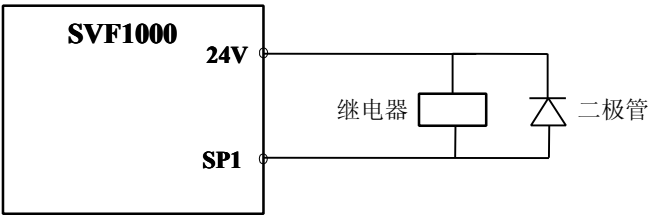

图 3-10 数字量输出端子处理接线图
- 注意：一定要正确安装吸收二极管的极性。如下图 3-10。否则当数字输出端有输出